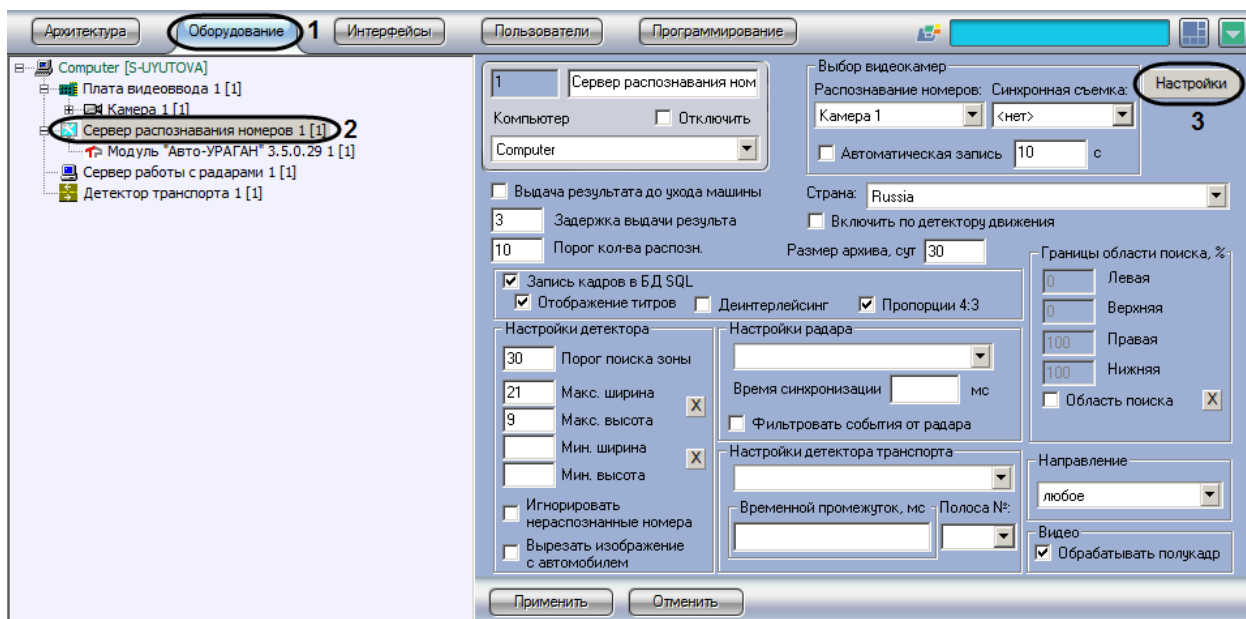

Рис. 7.2—10. Доступ к параметрам цифровой подписи
1. В диалоговом окне «Настройка системы» перейти на вкладку «Оборудование» (Рис. 7.2—10, 1).
2. В дереве объектов на вкладке «Оборудование» выбрать объект «Сервер распознавания номеров», соответствующий активированному программному модулю «Авто-УРАГАН 3.5.0.29» (см. раздел «Активация программного модуля, используемого для распознавания номеров», Рис. 7.2—10, 2). В правой части вкладки «Оборудование» отобразится панель настройки выбранного объекта.
3. Нажать кнопку «Настройка» (см. Рис. 7.2—10, 3).
5. Добавить в подпись кадра один или несколько параметров установки видеокамеры и измерителя скорости, используемых вместе с Сервером распознавания номеров. Для этого следует в группе «Параметры установки ИС» установить флажки «Включен» для требуемых параметров, после чего ввести в поле или выбрать из списка соответствующие значения параметров (Рис. 7.2—11, Таб. 7.2—1).